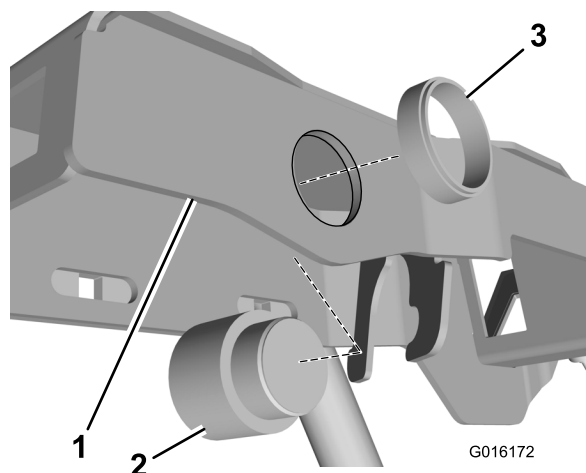

図 1
6. 音声アラームをコンソールアームのフレームに取り付ける (図 1)。